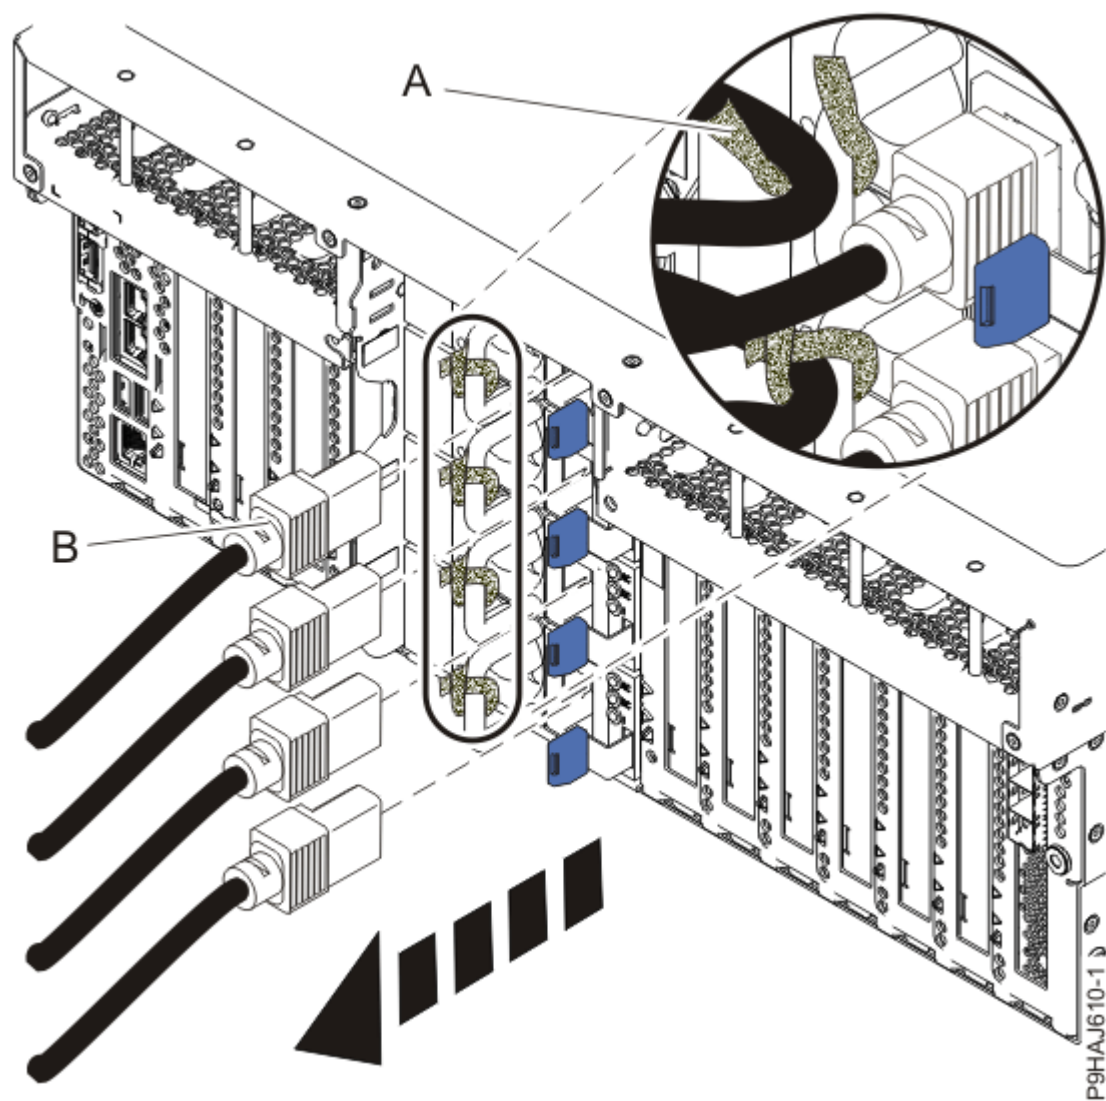

Figura 1. Extracción de los cables de alimentación de un servidor montado en bastidor
3. Etiquete y desconecte los cables de alimentación de la unidad del sistema. Consulte la Figura 1 en la página 2 o la Figura 2 en la página 3.